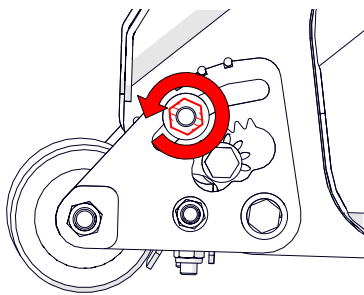

Fig. 9D - Desserrer l'écrou de serrage supérieur du quadrant du rouleau.
6. Desserrez l'écrou de serrage supérieur du quadrant du rouleau [clé de 19 mm] (Fig. 9D). Répétez l'opération sur le quadrant du côté opposé.